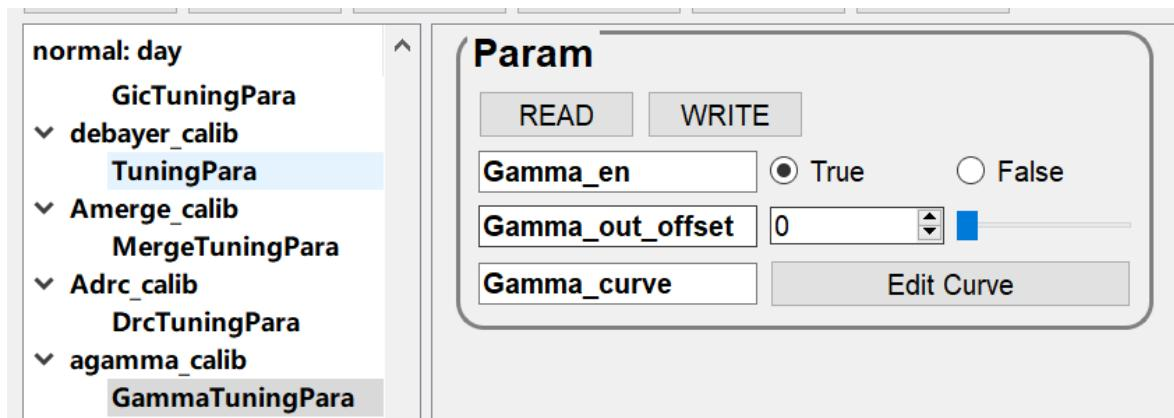

图5-4-1-1 Gamma界面
1. 如图5-4-1-1所示，进入GammaTuningPara页面，点击页面中Gamma_Curve参数的Edit Curve按钮，打开Gamma可视化调试界面
2. 如图5-4-1-2所示，Gamma可视化调试界面主要包含以下几个部分的功能：